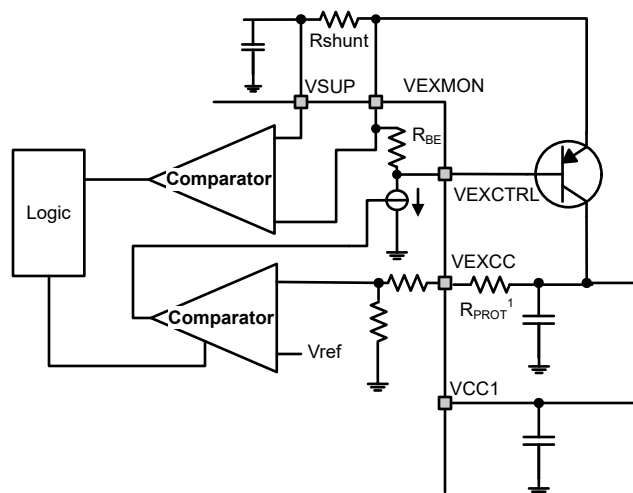

図 8-6. スタンドアロンの外部 PNP の例
シャント抵抗 Rshunt は VSUP と VEXMON の間にあり、構成に応じて 2 つの目的を果たします。スタンドアロン構成として使用する場合は、図 8-6 を参照してください。Rshunt は PNP FET の電流制限をセットします。Rshunt の値は、アプリケーションの電流制限要件に基づき選択する必要があります。この抵抗の値は、VSHUNTH スレッシュホールドを必要な電流制限で除算した値、 $VSHUNTH/I_{VEXCC-LIM}$ で決定されます。ここで、 $I_{VEXCC-LIM}$ は必要な電流制限値です。
- 外部 PNP トランジスタを流れる電流を制限するには、図 8-6 に示すように、Rshunt を使用して、デバイスの VSUP ピンに接続するのと同じ電源レールに VEXMON ピンを接続します。